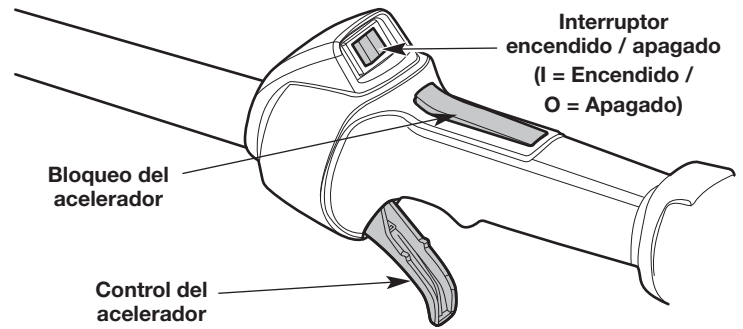

Fig. 7
NOTA: No es necesario encender la unidad. El interruptor de encendido/apagado está en la posición **Encendido (I)** en todo momento (Fig. 7).
NOTA: NO apriete el control del acelerador (Fig. 7) hasta el paso 6.
6. Oprima y mantenga apretado el bloqueo del acelerador (Fig. 7). Apriete el control del acelerador según sea necesario para el funcionamiento (Fig. 7).
2. Oprima y mantenga apretado el interruptor de encendido/apagado en la posición **Apagado (O)** hasta que el motor se pare por completo (Fig. 7).